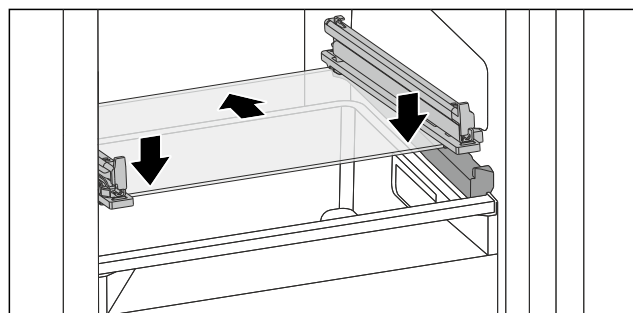

Fig. 178 可倾斜抽屉的玻璃隔板
- ▶ 将玻璃隔板斜放在止动器后面。(参见 Fig. 178)